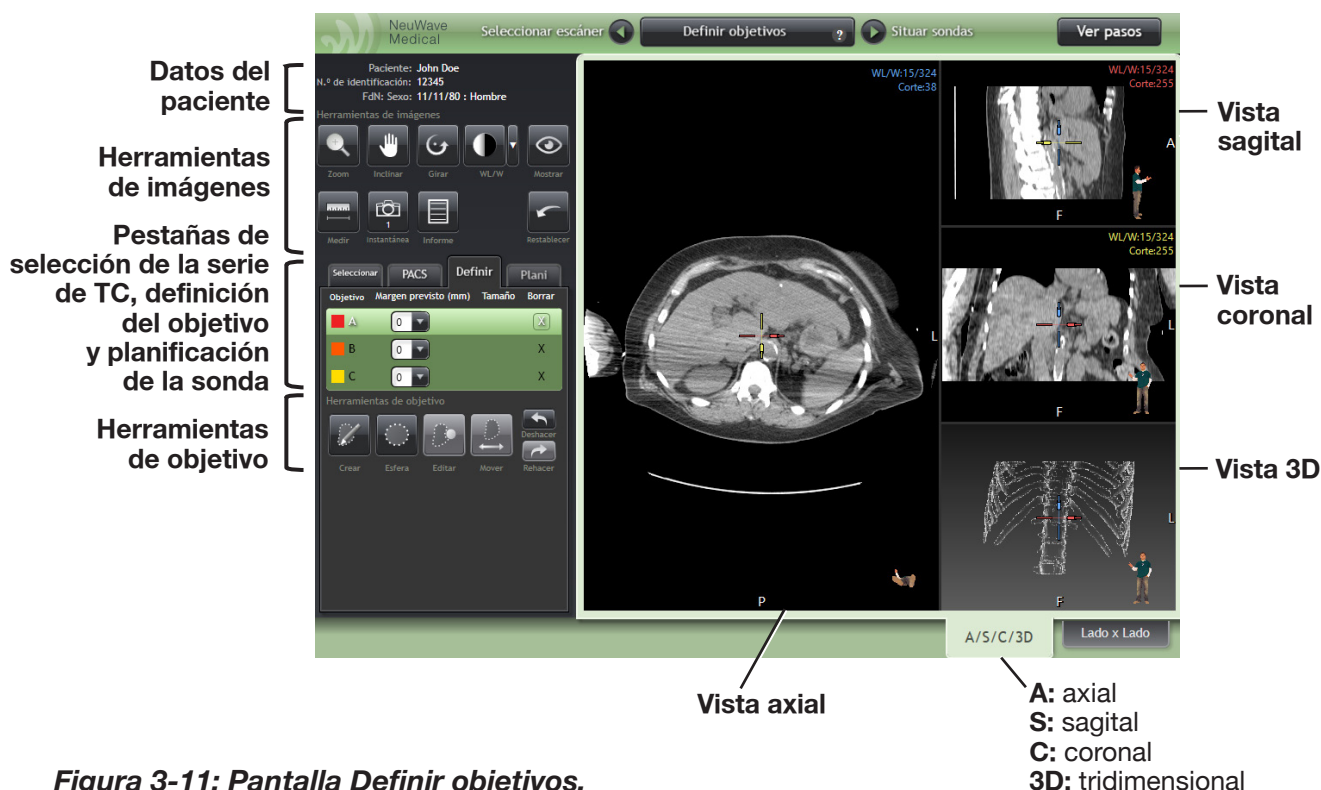

Figura 3-11: Pantalla Definir objetivos.
Tómese un momento para examinar la serie de configuración de TC seleccionada que se muestra en la pantalla **Definir objetivos**. Esta pantalla muestra cómo están organizadas las vistas de imágenes y las herramientas de imágenes en esta pantalla y en las siguientes del software ABLATE-IQ (Figura 3-11). La pantalla **Definir objetivos** contiene un conjunto de herramientas en el panel izquierdo que le ayudan a examinar la serie de imágenes seleccionada que se muestra en 4 planos anatómicos independientes llamados Vistas de imágenes que se muestran en la parte derecha de la pantalla. Estas vistas de imágenes le ayudan a localizar y definir la lesión. Utilice la rueda del ratón para explorar las imágenes de la serie de TC desplazándose hacia arriba y hacia abajo en cualquiera de los 4 paneles de vistas de imágenes: axial (A), sagital (S), coronal (C) o tridimensional (3D).
La parte derecha de la pantalla de la serie de configuración de TC seleccionada muestra las vistas de imágenes (Figura 3-11).
- Los paneles de vistas de imágenes incluyen 4 vistas (planos anatómicos), como se describe en la Figura 3-11: axial (A), sagital (S), coronal (C) y 3D.
3. En la tabla de selección de objetivos en la parte izquierda de la pantalla **Definir objetivos** (Figura 3-11 y Figura 3-13), haga clic en una fila para asociar el objetivo con la lesión que usted identificará. La fila superior de la tabla está seleccionada de forma predeterminada.